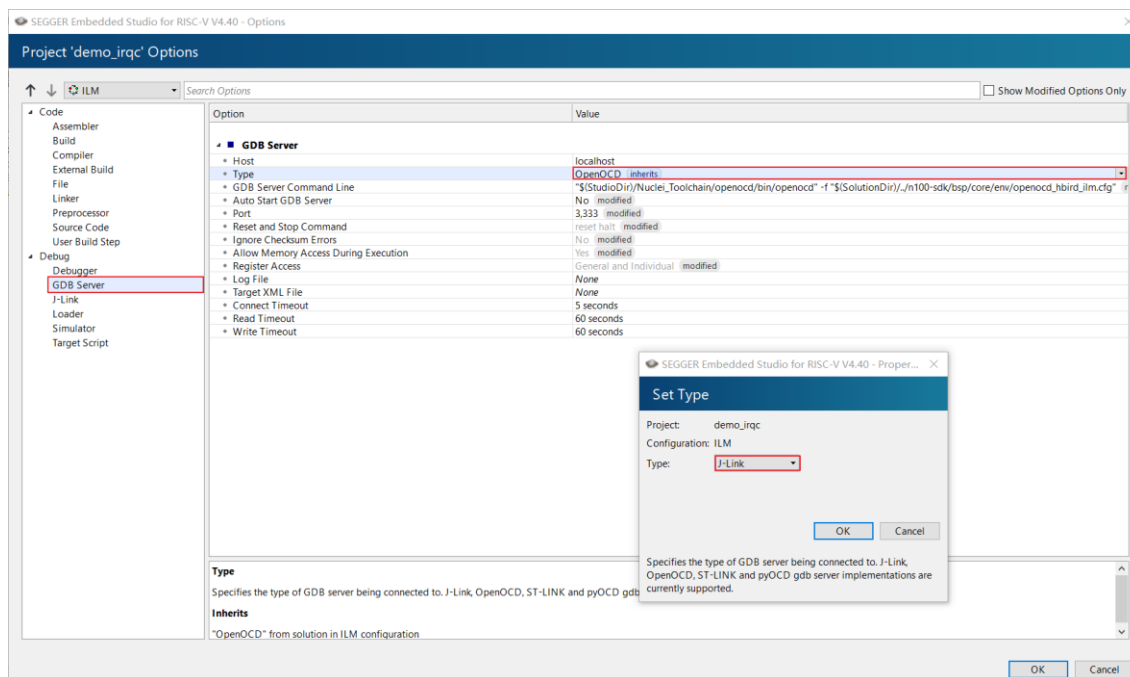

图 4-8 修改工程设置为使用 J-Link
- 选择 GDB Server 栏目下的 Type 选项，修改为 J-Link，如图 4-8。